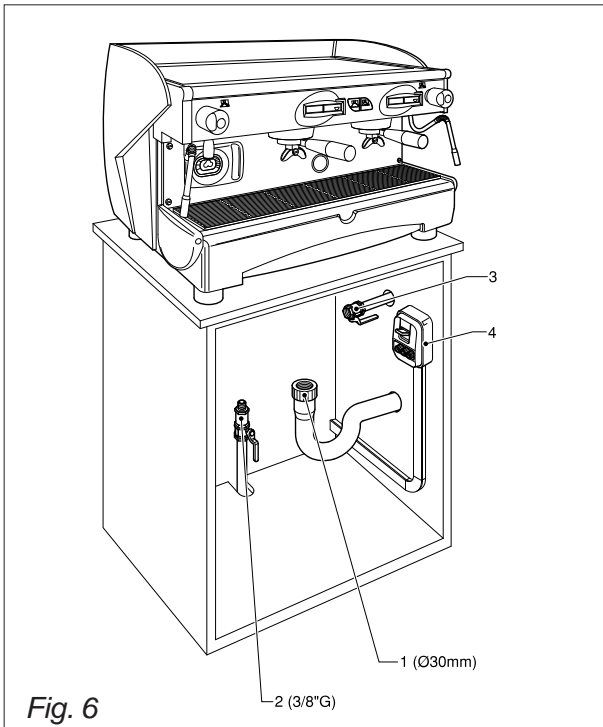

Fig. 6
6.1.1. Alimentación de agua y gas (Fig.6)
En ambos casos, antes del cable de alimentación hay que predisponer un interruptor automático diferencial (Fig. 6), que incluya los disparadores magnéticos según los datos presentados en la placa de identificación de la máquina (Fig. 1). Los contactos deben tener una apertura igual o superior a 3 mm.
- Abrir el grifo de la red de agua 2, Fig.6.
- Abrir el grifo 3 del gas, Fig.6.